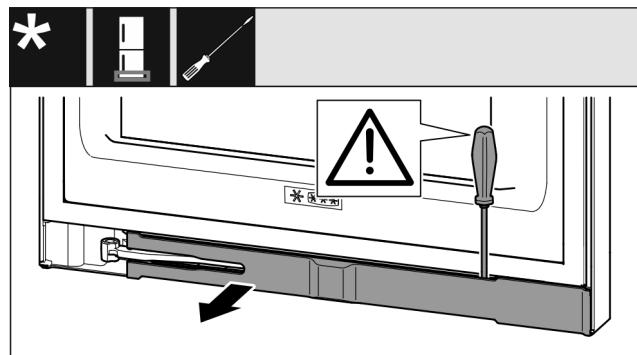

Fig. 13
- S ploščatim izvijačem staknite zaslonko in jo obrnite na stran Fig. 13 (1).